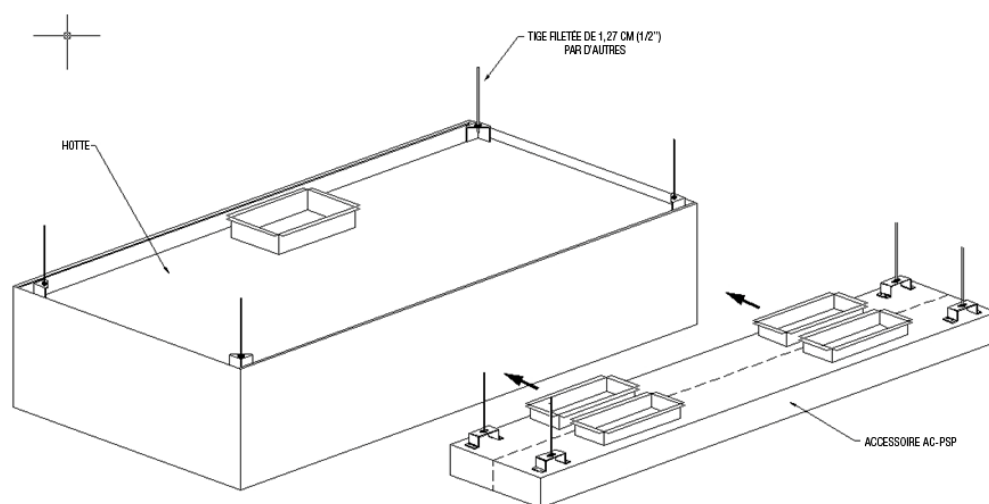

Figure 13A
6. Placez l'AC-PSP en position comme indiqué sur les plans de soumission du projet ; en alignant le bord supérieur de l'AC-PSP et le bord supérieur de la hotte. Enlevez le revêtement de protection en plastique de l'arrière de l'AC-PSP. **Voir la figure 13a et 13b.**